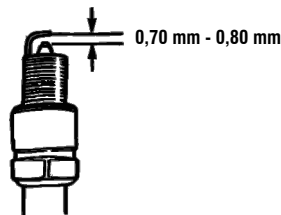

Fig. 26 – Folga a vela
- Para um correto funcionamento, a folga da vela deve estar entre 0,70 mm e 0,80 mm (fig. 26).